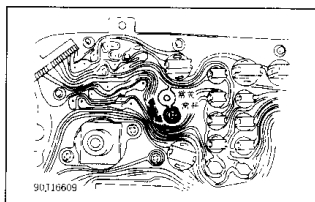

图1 复位氧传感器警报灯 (联邦 MPV)
3) 在联邦 MPV 型汽车上, 维护后为了复位检查发动机灯, 在仪表板后标有字母 NC (常闭) NO (常开) 的复位孔 (见图 1)。从标有字母的复位孔上拆下螺钉, 并把它安在另一个复位孔内。每行驶 80000 英里后, 改变螺钉的位置。